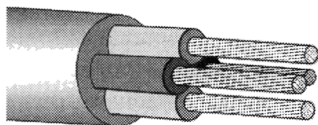

Рис. 2.10. Провод ПВС
**ПВС.** Медный многожильный провод с изоляцией и оболочкой из ПВХ. Оболочка проникает в пространство между жилами, придавая проводу круглую форму и плотность. Жилы многопроволочные, их количество колеблется от 2 до 5, сечение — от 0,75 до 16 мм2 (рис. 2.10). Номинальное напряжение — до 380 В, частота — 50 Гц. Изоляция жил имеет цветовую маркировку, оболочка белая. Провод используется для присоединения различных электроустройств, начиная с бытовой техники и заканчивая садовым инвентарем. Благодаря гибкости и легкости применяется также для проведения освещения и монтажа розеток. ПВС является бытовым проводом, используемым для изготовления удлинителей, шнуров для любого вида техники и ремонта электросетей. Он негорюч (при одиночной прокладке не распространяет горение), термостоек в широком